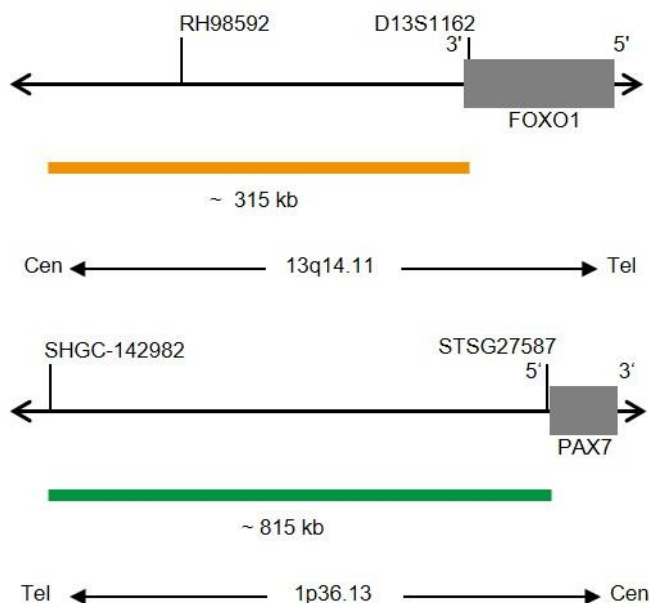

Fig. 1: In alto: Mappa della sonda SPEC FOXO1; In basso: Mappa della sonda SPEC PAX7 (non in scala)
- Polinucleotidi (~4.5 ng/ μ l) marcati con ZyOrange (eccitazione 547 nm/emissione 572 nm), le cui sequenze target mappano in 13q14.11* (chr13:40,816,168-41,132,595) prossimali al punto di rottura di FOXO1 (vedere Fig. 1).
- Polinucleotidi (~10 ng/ μ l) marcati con ZyGreen (eccitazione 503 nm/emissione 528 nm), le cui sequenze target mappano 1p36.13* (chr1:18,139,970-18,956,785) distali al punto di rottura di PAX7 (vedere Fig. 1).